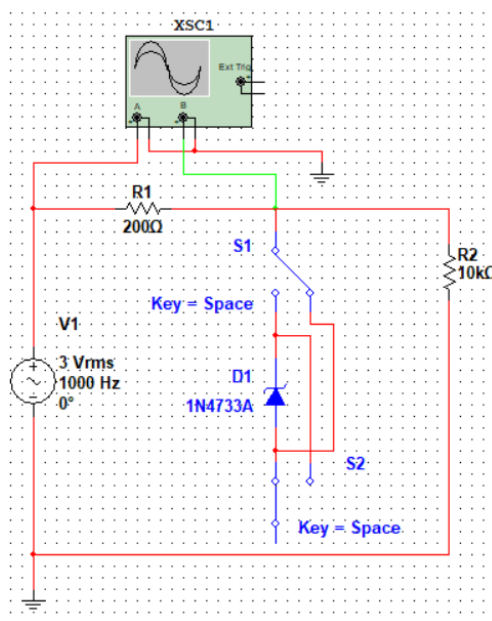

Рисунок 4.16
6. Побудувати та вивчити призначення всіх елементів схеми (рис. 4.16). Початкові положення перемикачів «1». Напряга джерела сигналу повинна дорівнювати 3В.